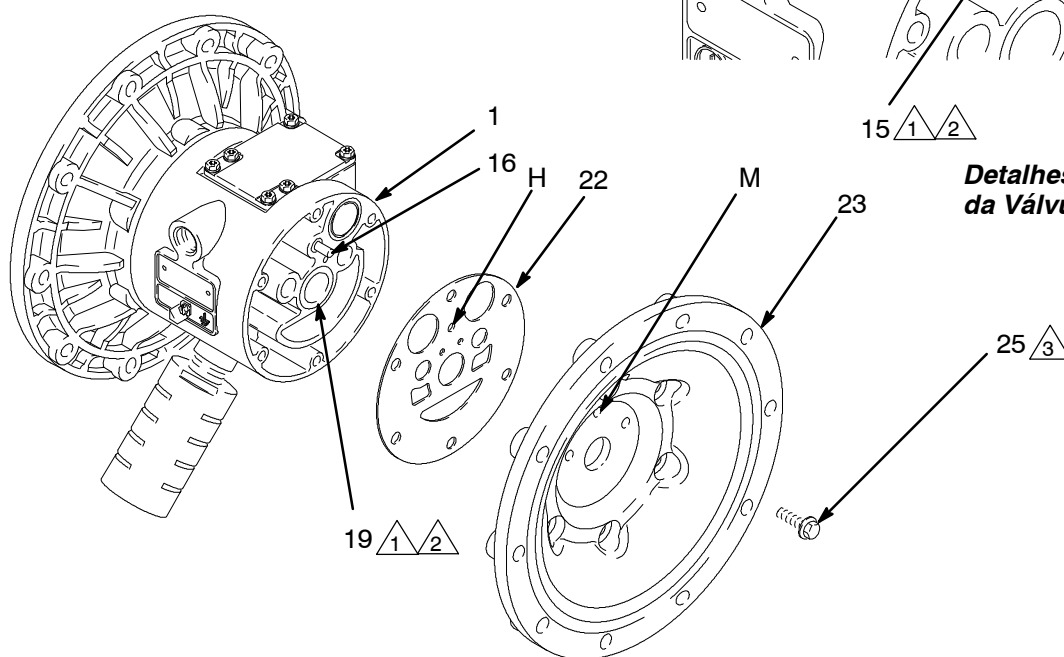

Fig. 14
5. Utilizando uma chave de tubo de 10 mm, retire os parafusos (25) que prendem as tampas de ar (23) à o caixa do centro (1). Ver Fig. 14.
6. Remova as juntas da tampa de ar (22). Substitua sempre as juntas por novas.
1. Se removido, instale o eixo dos conjuntos do retentor (402*) para que os rebordos fiquem virados para **fora** da caixa (1).
2. Os rolamentos (19, 12 e 15), são cônicos e só podem ser instalados de uma maneira. Insira os rolamentos na caixa do centro (1), **primeiro a extremidade cônica**. Utilizando uma prensa ou um bloco e um martelo de borracha pressione o rolamento de modo que ele fique nivelado com a superfície da caixa do centro.
4. Alinhe uma nova junta da tampa de líquido (22) para que o pistão piloto (16) que sai da caixa do centro (1) entre no furo correto (H) na junta.
5. Aplique Loctite® de força média (azul) ou equivalente para as roscas dos parafusos (25). Alinhe a tampa de ar (23) para que o pistão piloto (16) caiba no furo do meio (M) dos três pequenos furos junto ao centro da tampa. Instale os parafusos (25), manualmente Ver Fig. 14. Usando uma chave de tubo de 10 mm, aperte os parafusos opostamente e uniforme a 130 to 150 pol-lb (15 to 17 N•m).